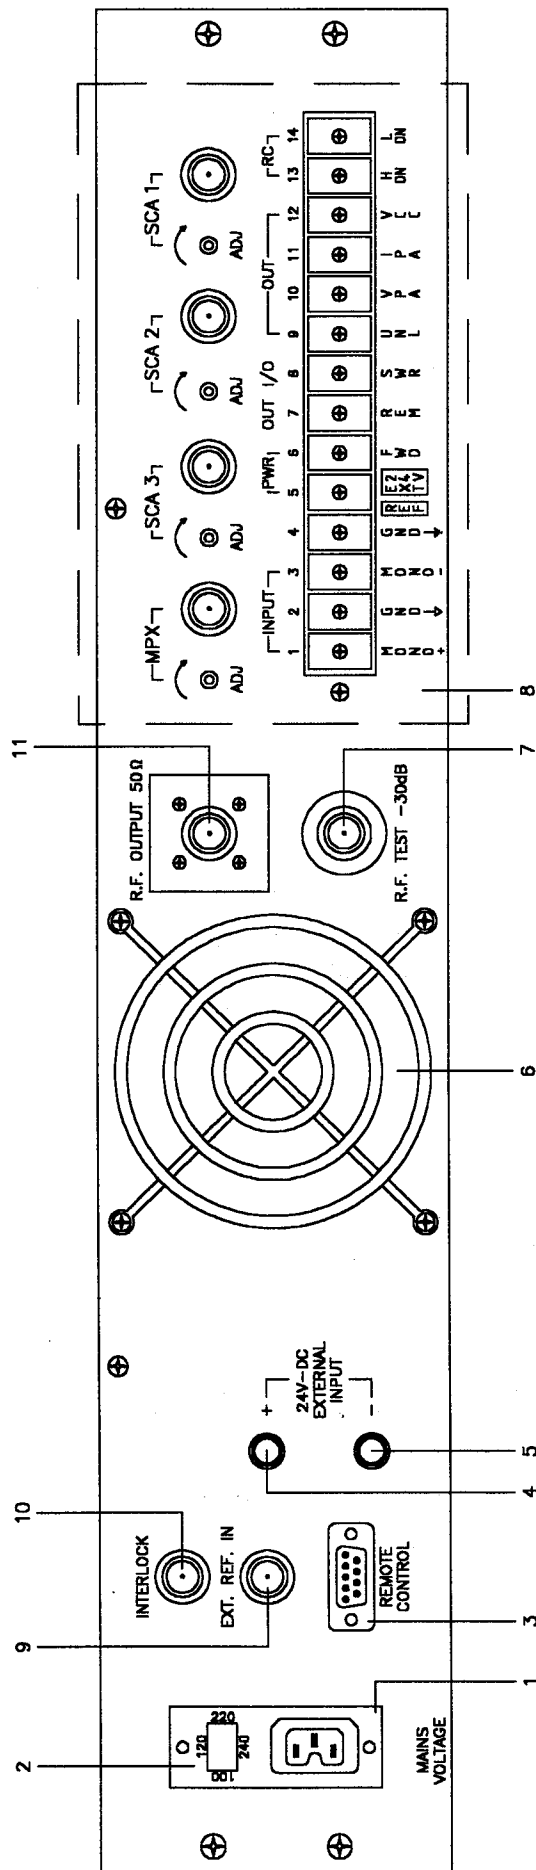

FIG. 2
**DESCRIZIONE DEL PANNELLO POSTERIORE (Fig.2)**
La prima operazione da effettuare è pertanto quella di selezionare la giusta tensione di alimentazione tramite il selettore posto sul pannello posteriore: eventualmente con un cacciavite sollevare il cappuccio (2 Fig.2) su cui sono stampati i valori di tensione e ruotarlo fino a che il valore che interessa corrisponda con la freccetta e quindi reinserirlo.
- 2) Connettere all'uscita RF (11 Fig.2) posta nel pannello posteriore un attenuatore 30dB con in serie un Power Meter, al fine di verificare la corretta indicazione del wattmetro interno del trasmettitore (SETUP 1/Fig.5/Pag.83).
- 3) Collegare alla presa posteriore INTERLOCK (10 Fig.2) un cavo alla cui estremità sia connesso un interruttore in grado di creare un corto circuito tra schermo e centrale, e posizionarlo in modo da ottenere questo corto circuito.
- 5) Connettere il cavo di rete nell'apposita vaschetta VDE (1 Fig.2).